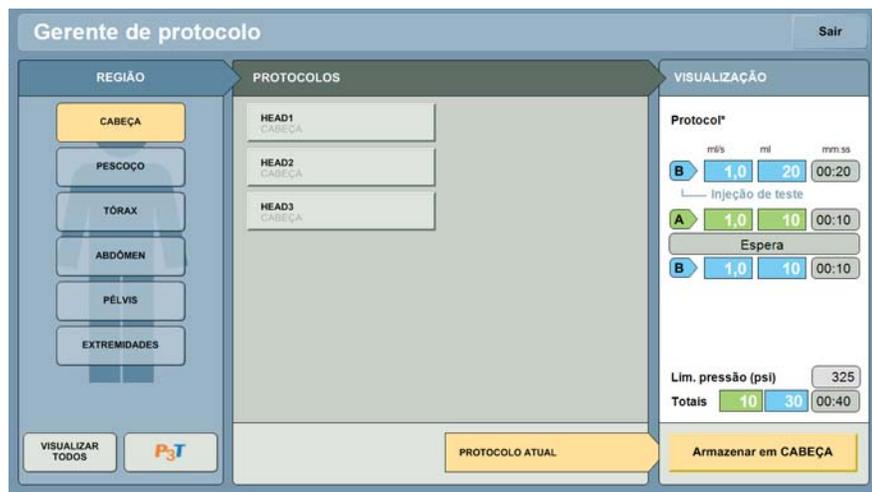

Figura 8 - 4: Gerenciador de protocolos
2. Em **Área**, selecione a pasta na qual o protocolo será salvo. Consulte Figura 8 - 4: Gerenciador de protocolos.